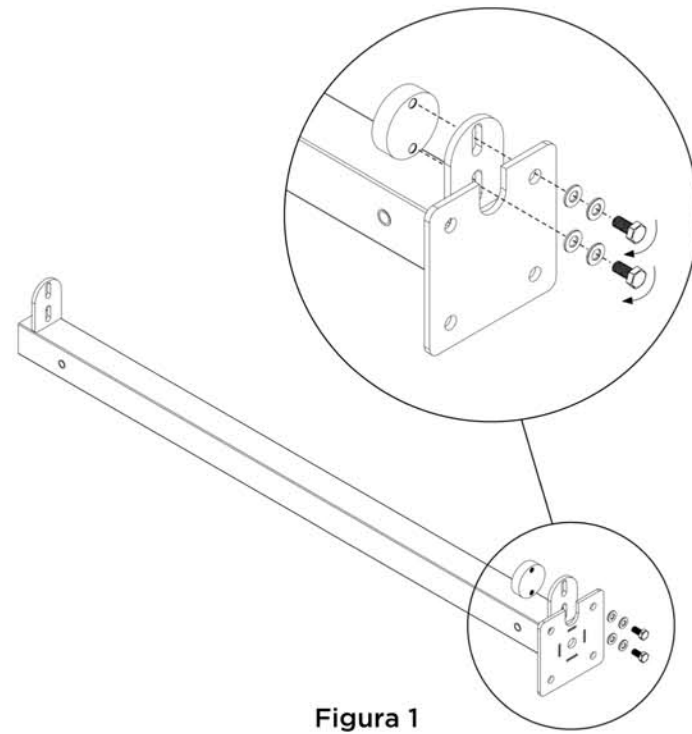

Figura 1
**Paso 1:** Montar el disco de aluminio (SUM0109) en el pilar bisagra, sin apretar los tornillos. Colocar el tornillo hexagonal (TOR0410), la arandela cincada (TOR0404) y la arandela de nylon (TOR0403) en este orden. Ver figura 1.